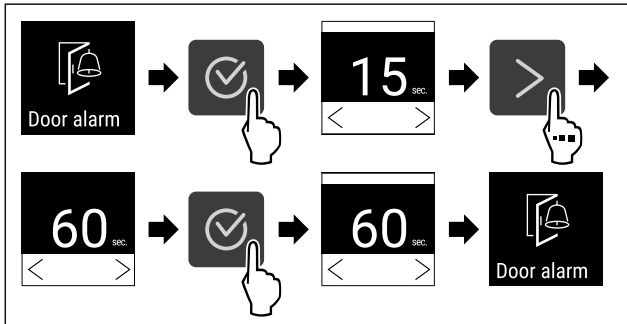

Fig. 104
- ▶ Kryeni hapat e veprimit (shihni Fig. 104) .